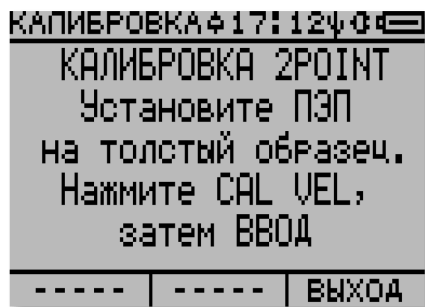

Рисунок 2.82
8) На экране дисплея появится следующее сообщение: «КАЛИБРОВКА 2POINT. Установите ПЭП на толстый образец. Нажмите CAL VEL, затем ВВОД» (рисунок 2.82), приблизительно через три секунды его сменит вид экрана режима калибровки 2Point по скорости УЗК, представленный на рисунке 2.83.